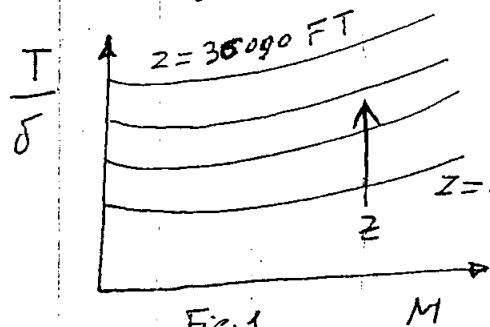

Fig. 1
- Nel grafico - fig 1 - le curve valgono all'aumentare della quota perché la spinta 'T', si riduce meno di quanto si riduce il rapporto delle pressioni 'δ'. Questo è dovuto al fatto che aumentando la quota diminuisce la temperatura e quindi aumenta il rendimento termico.